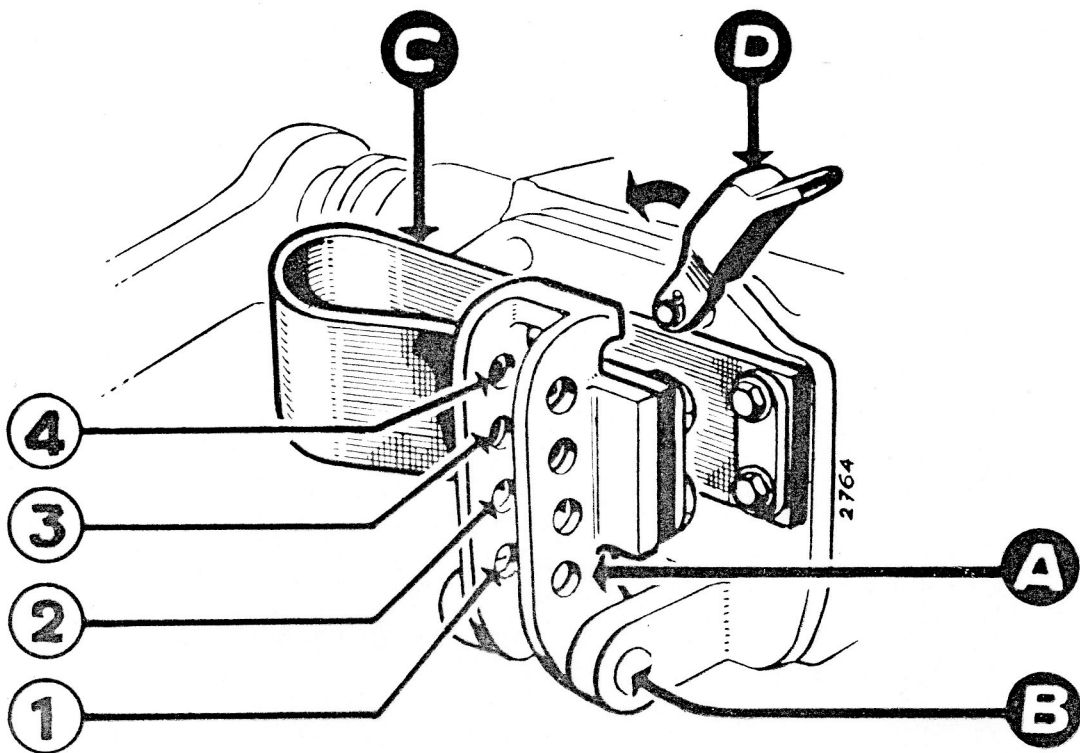

FIG. 16.
3) SENSIBILITÉ (fig. 16)
NOTA. — Le support mobile du bras de poussée ne doit être déverrouillé que pour les travaux exécutés en "effort contrôlé". Dans les travaux à position contrôlée, et durant les transports, garder toujours le coin de verrouillage (**D** fig. 16) engagé entre le couvercle du bloc de relevage et le support mobile.